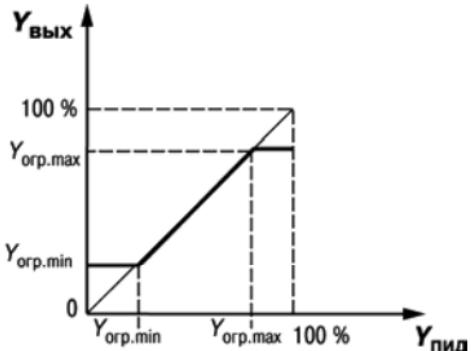

Рисунок 9
- максимальный $Y_{\text{огр. max}}$ и минимальный $Y_{\text{огр. min}}$ (рисунок 9).